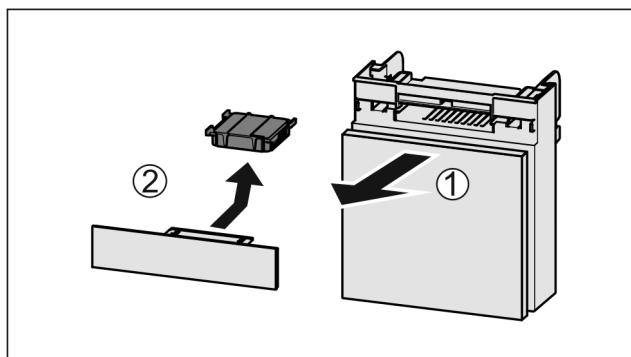

Fig. 76
- Издърпайте Fig. 76 (1) напред отделението.
► Извадете Fig. 76 (2) филтъра с активен въглен.